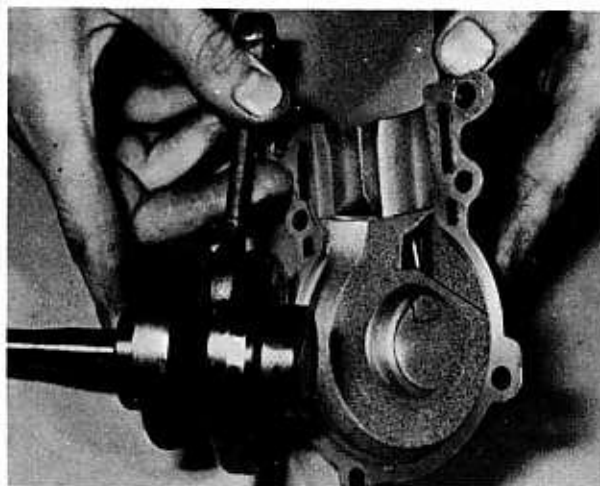

Bild 24
- Bei Kurbelwellen ohne Gewindelöchern muss das Gehäuse so weit erwärmt werden, dass es sich durch die Wärmeausdehnung vom Lager löst (Bild 24). Am besten legt man dazu das Gehäuse mit der Kurbelwelle in einen etwa 100 °C warmen Ofen. Das Leichtmetallgehäuse dehnt sich viel stärker aus als das Stahllager, so dass beim Herausnehmen aus dem Ofen das Gehäuse meistens von selbst abfällt. Nötigenfalls kann man durch leichtes Klopfen nachhelfen. Bei beiden Kurbelwellenbauarten erfolgt der Zusammenbau durch Anwärmen des Gehäuses.